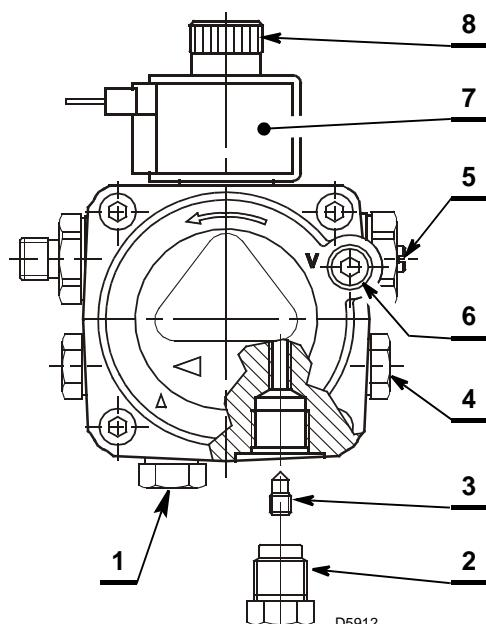

Fig. 9
- La bomba (Fig. 9) está prevista para funcionar en bitubo.
- Para el funcionamiento monotubo, se debe desenroscar la tapon de retorno (2), quitar el tornillo de by-pass (3) y seguidamente volver a enroscar el tapón (2) con par de torsión 0,5 Nm.
Es suficiente aflojar el racor del vacuómetro 6) (Fig. 9) hasta que salga combustible.